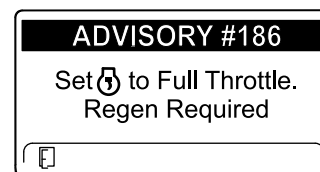

Figure 79
**Remarque:** Si la température d'échappement du moteur est trop basse, l'InfoCenter affiche ADVISORY #186 (avis n° 186) (Figure 79) pour vous informer de régler le régime moteur à pleins gaz.